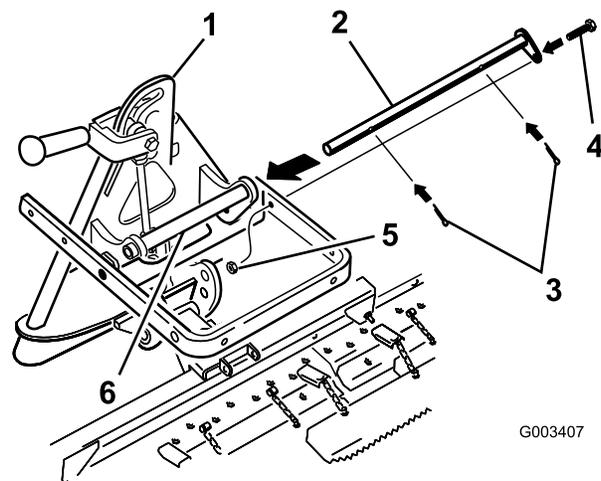
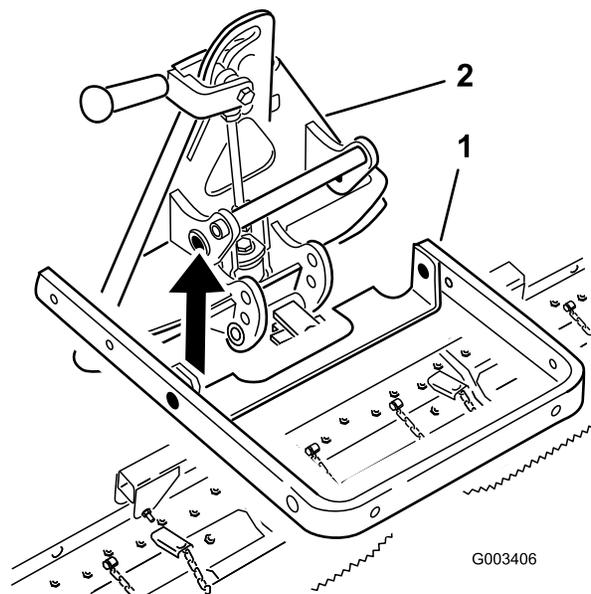

Figure 5
Figure 4
- Alignez le bras de levage sur le support de l'adaptateur d'accessoire (Figure 4) et accouplez-les avec la barre d'articulation comme illustré à la Figure 5.
Remarque: Lorsque vous déplacez l'adaptateur d'accessoire, servez-vous de la poignée prévue au dos (Figure 5).
Soulevez toujours l'accessoire par la poignée située au dos de l'adaptateur (Figure 5).